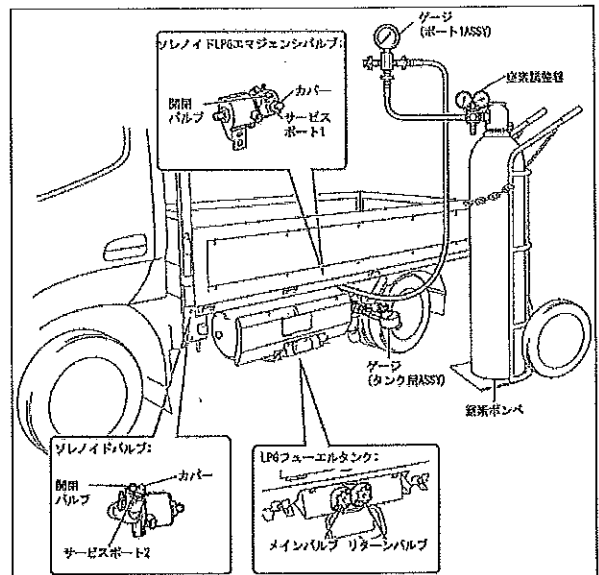

図2
- 窒素ボンベに窒素調整器を介してゲージ(ポート 1 ASSY)を接続する。(図2参照)
- LPG フューエルタンクのメインバルブおよびリターンバルブを全閉にする。(図2参照)
- ゲージ(ポート1 ASSY)のバルブ A、B を全開にして窒素ガスを配管に封入する。(図1、図2参照)
- 石けん水で、サービスポート1とゲージ(ポート1 ASSY)の接続部に漏れが無いことを確認する。(図1、図2参照)
- 窒素ガス充てん圧力が設定圧力まで上昇したら、ゲージ(ポート1 ASSY)のバルブ A を全閉する。(図1、図2参照)
- サービスポート1の開閉バルブ(二面幅6mm 六角スクリュー)を開く。(図2参照)
- IG ONして、ソレノイドバルブを開弁させる。(図2参照)
- LPG フューエルタンクのリターンバルブを開け、約5秒後に全閉する。(図2参照)
- サービスポート1の開閉バルブ(二面幅6mm 六角スクリュ)を全閉する。(図2参照)
- ゲージ(ポート1 ASSY)のバルブ A を全閉であることを確認する。(図1、図2参照)
- ゲージ(ポート1 ASSY)のバルブ A を全開にして窒素ガスを配管に封入する。(図1、図2参照)
・石けん水で、サービスポート1とゲージ(ポート1 ASSY)の接続部に漏れが無いことを確認する。(図1、図2参照)
(図2参照)